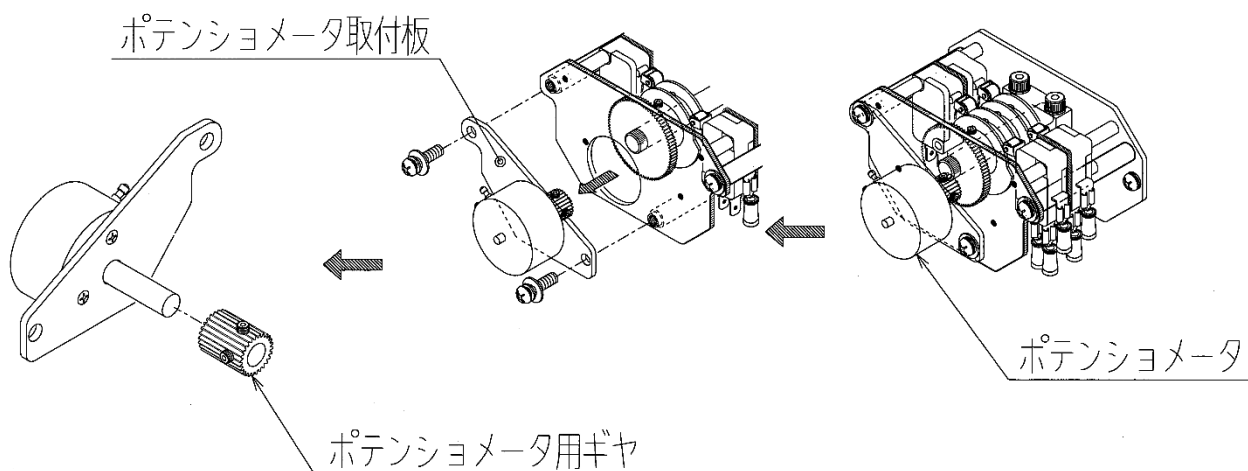

図10：ポテンシオメータの取り外し
(1) ポテンシオメータの交換要領（制御動作C形、巻線抵抗形ポテンシオメータ135Ωの場合）
- ①コントロールモータを電動動作で全閉位置とし電源を遮断します。
- ②コントロールモータのスイッチカバーを外します。
- ③端子箱カバーを外し、端子BM, RM, WMに接続されている外部配線を解線します。
- ④端子RM-WM間にテスタ（抵抗レンジ）をあて抵抗値を測定、記録します。
- ⑤ポテンシオメータ本体の3端子に接続されているリード線色と端子番号を記録します。
- ⑥ポテンシオメータの端子付近からリード線を切断します。
- ⑦ポテンシオメータ取付板を取り外します。（図10参照）
- ⑧ポテンシオメータに付いているギヤを外し、ポテンシオメータを取付板から取り外します。